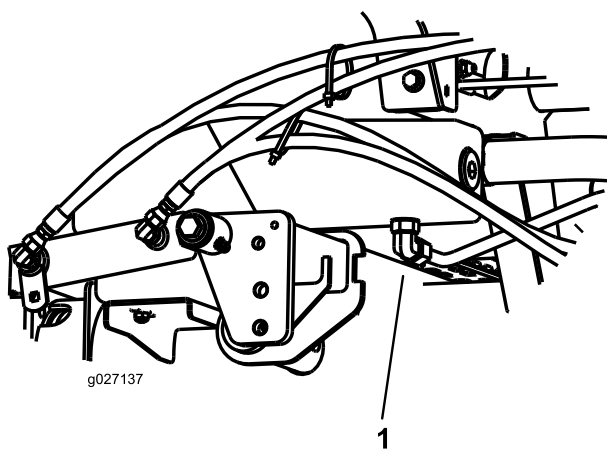

Figura 71
2. Coloque un recipiente grande debajo del acoplamiento situado en la parte inferior del depósito de aceite hidráulico (Figura 71).